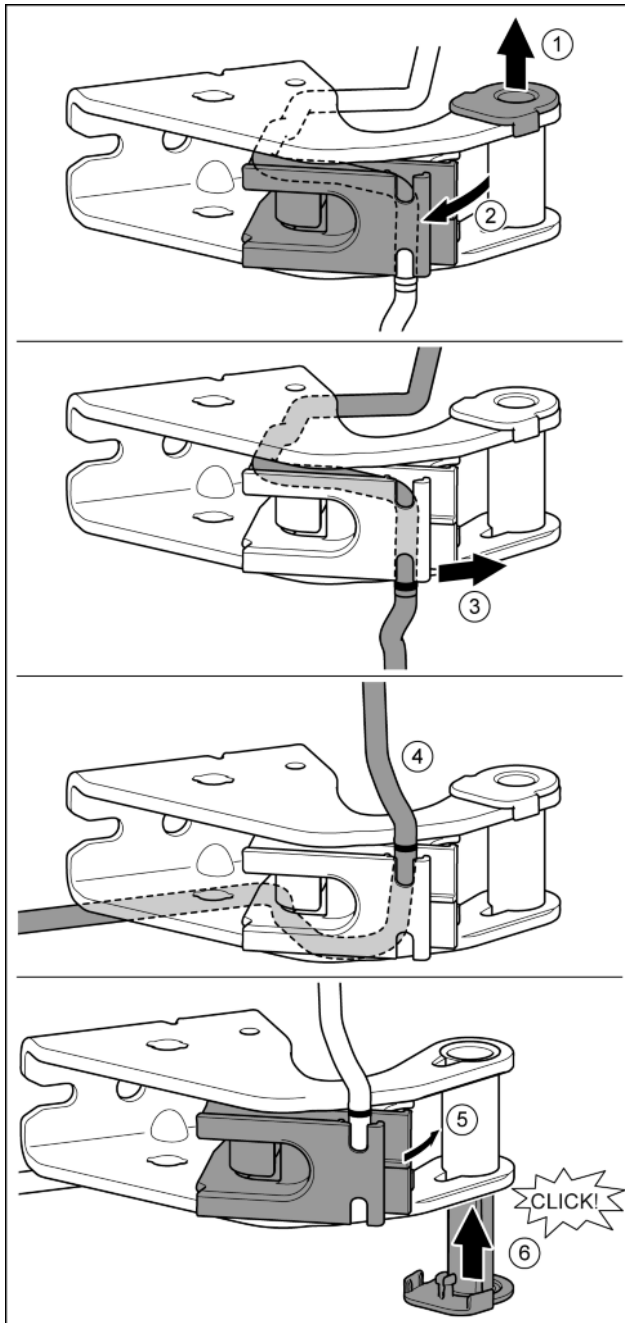

Fig. 23
- ▶ Lagerbuchse aus Führung ziehen. Fig. 23 (1)
- ▶ Kabelhalterung ausschwenken. Fig. 23 (2)
- ▶ Kabel aus der Führung lösen. Fig. 23 (3)
- ▶ Kabel spiegelverkehrt einsetzen. Fig. 23 (4)
- ▶ Kabelhalterung einschwenken. Fig. 23 (5)
- ▶ Lagerbuchse von der anderen Seite einsetzen und einrasten. Fig. 23 (6)